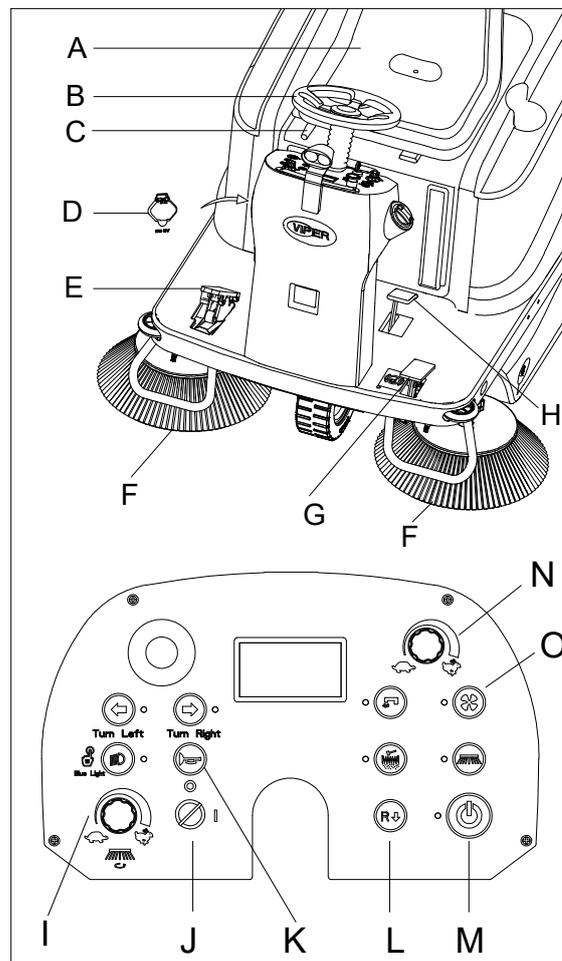

Рис. 10
1. Сядьте на сиденье водителя (А, рис. 10) и отрегулируйте его положение с помощью рычага (С, рис. 10), чтобы обеспечить легкий доступ ко всем органам управления.
Сиденье водителя (А, рис. 10) оснащено датчиком безопасности, который обеспечивает управление машиной, тогда когда оператор находится на сиденье водителя.
1. Займите сиденье (А, рис. 10), вставьте ключ зажигания (J, рис. 10) и поверните его в положение «Г».
3. Нажмите кнопку быстрого запуска (М, рис. 10), чтобы запустить машину, боковые щетки и основная щетка опускаются на пол автоматически.
4. Нажмите педаль акселератора (Е, рис. 10), переместите машину вперед или назад с помощью рулевого колеса (В, рис. 10) и кнопки переднего-заднего хода (L, рис. 10). Скоростью движения машины можно управлять с помощью ручки регулировки (N, рис. 10). Основная щетка/боковые щетки и вакуумный исполнительный механизм начинают работать.
5. Отрегулируйте скорость боковой щетки с помощью ручки регулировки скорости боковой щетки (I, рис. 10) в соответствии с требованиями к очистке.
6. Зарядный USB-разъем (D, рис. 10) можно использовать для зарядки мобильного телефона или площадку, когда ключ зажигания (J, рис. 10) повернут в положение «I».
7. Нажмите кнопку звукового сигнала (K, рис. 10), чтобы предупредить людей, когда это необходимо.
Основная щетка и боковые щетки (F и H, рис. 10) можно опускать и поднимать даже во время движения машины.
8. Начните подметание с вращения рулевым колесом (В, рис. 10) и движения машины вперед с помощью педали акселератора (Е, рис. 10).
9. Отпустите педаль акселератора (Е, рис. 10), машина остановится.
10. Еще раз нажмите кнопку быстрого запуска (М, рис. 10), чтобы выключить щетки, вакуумный исполнительный механизм и насос. Основная щетка и боковые щетки автоматически поднимаются над уровнем пола. Вакуумная система выключается через несколько секунд.
4. Для сбора легких и громоздких отходов поднимите передний скребок, нажав на педаль заслонки (Н, рис. 10); учитывайте, что емкость машины для вакуума уменьшается при подъеме переднего скребка.